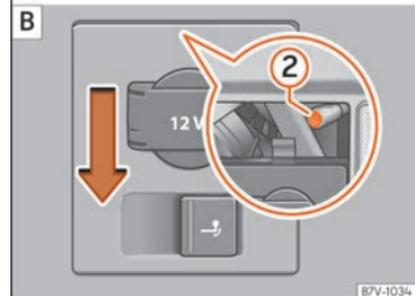

Fig. 115 Sur le côté du coffre : démonter les feux arrière gauche et droit. ① retirer le capuchon ; ② vis de fixation. »»
3.	Tournez le capuchon ① de 90° dans le sens de la flèche et retirez-le.
4.	Desserrez la vis de fixation » fig. 115 ② avec le tournevis inclus dans l'outillage de bord » page 92. La vis restera assurée dans sa position.